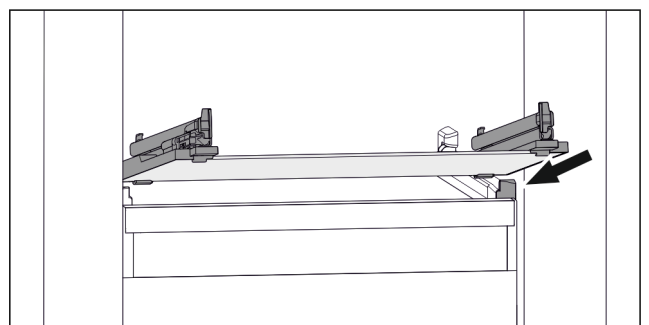

Fig. 51 Simbolična slika steklene plošče
- ▶ Steklo ploščo postavite v poševnem položaju za zaustavljalniki. (glejte Fig. 51)